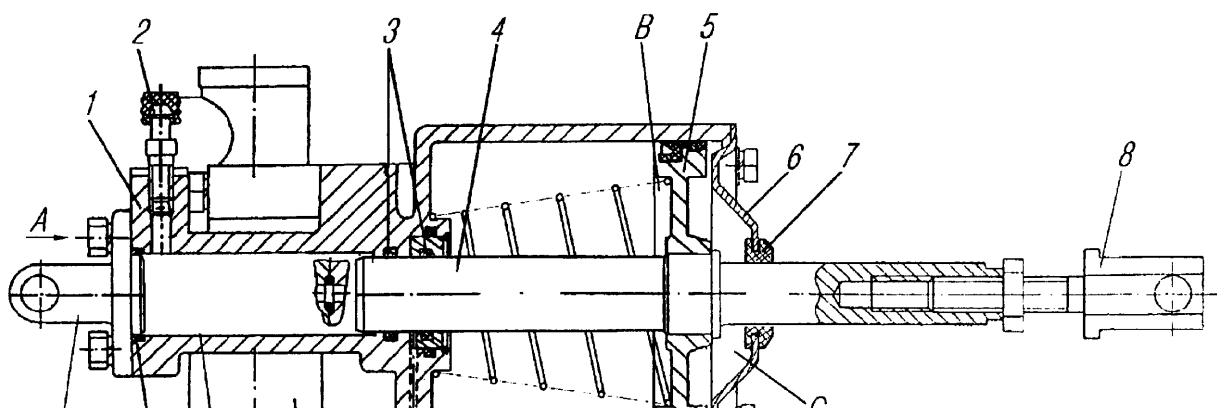

Рис. 21. Усилитель пневмогидравлический сцепления:
**Пневмогидравлический усилитель сцепления (ПГУ)** содержит корпус 1 (рис. 21), внутри которого расположены поршень 5 и шток 4. Поршень со штоком подвижно уплотнены в корпусе и могут перемещаться в осевом направлении. Поршень уплотнен в корпусе при помощи резиновой манжеты 9, а шток — двумя уплотнительными резиновыми кольцами 3.